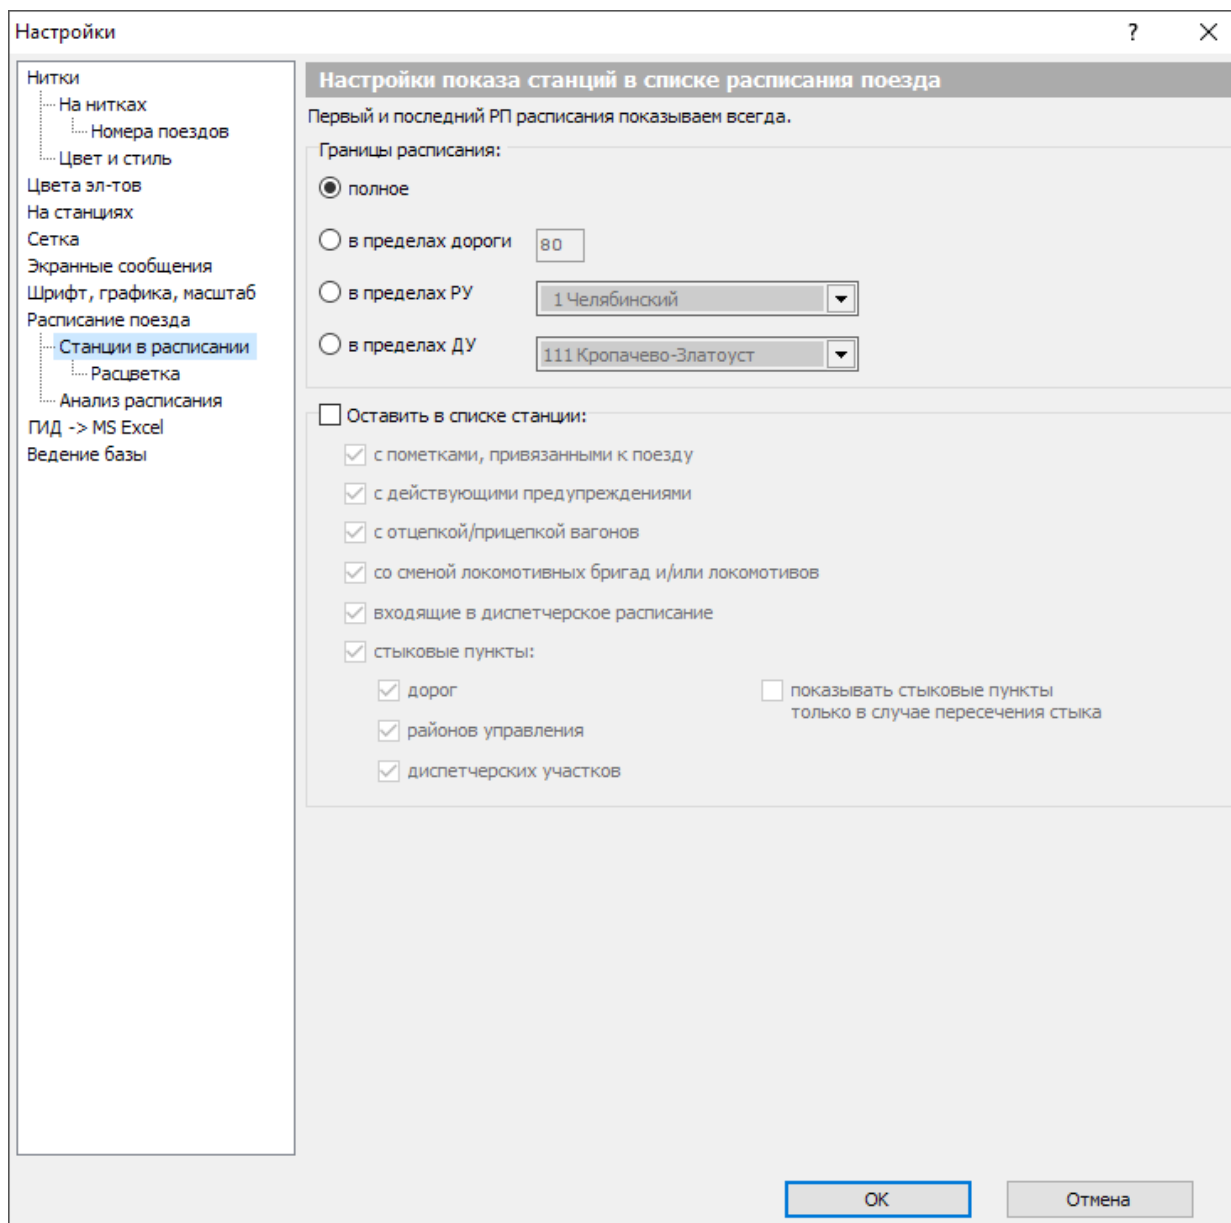

Рис. 2 Настройки показа станций в списке расписания поезда
2. Настройки показа станций в списке расписания поезда (рис. 2);